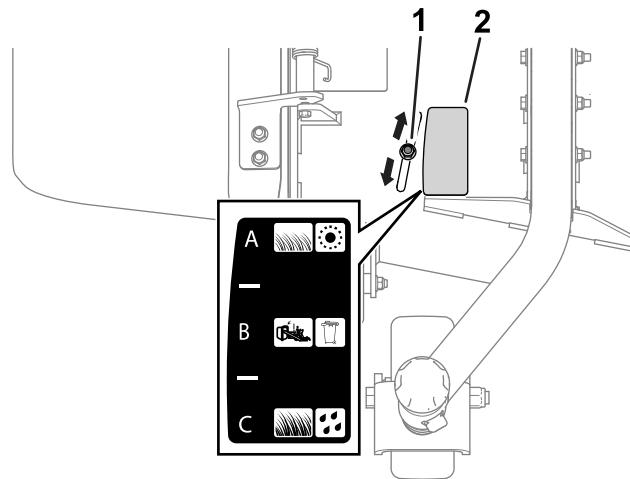

Figura 14
2. Afloje la tuerca (Figura 14).
Consulte las siguientes secciones para obtener una descripción de cada posición del deflector de flujo. Figura 14 ilustra cada posición (es decir, A, B, y C) como se ve en la pegatina.